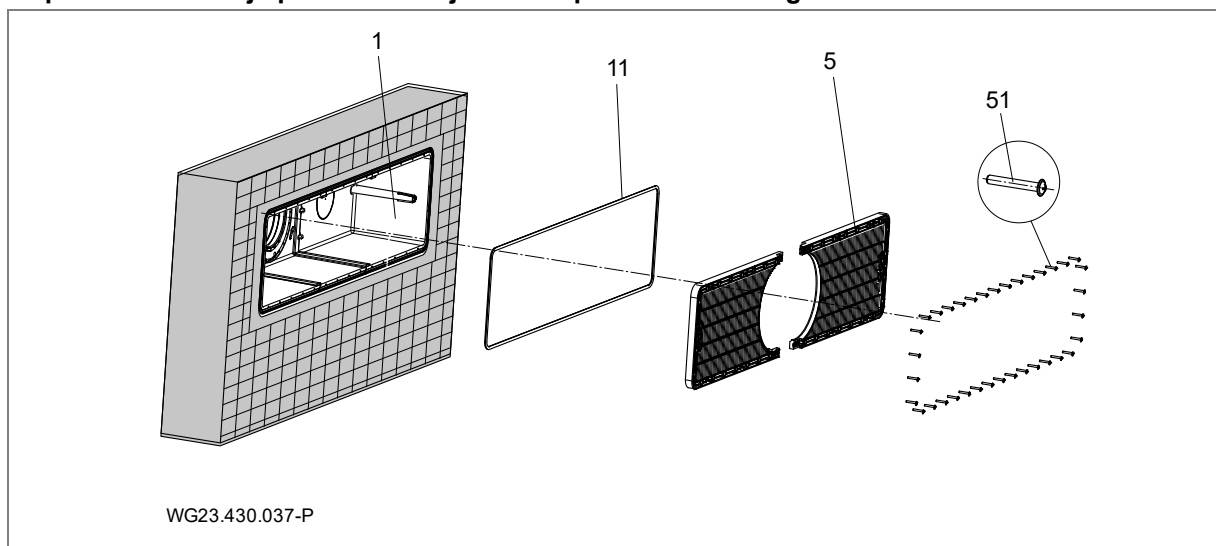

Fig. 8
Para la estanqueidad con la pared de hormigón recomendamos crear un anillo perimetral de resina epoxi/arena de cuarzo en la pared exterior del lado de la piscina de la carcasa (1). Ver "Fig. 8", página 17.
1. Profundidad de montaje: el centro de la carcasa empotrada (1) debe colocarse 35 cm debajo del nivel del agua.
3. Emborne los listones de apoyo (17) entre los dos solapamientos del lado interior de la carcasa.
4. Presione manualmente la junta de caucho celular (11) sin tracción a lo largo de la ranura en la carcasa (1). Fíjela en el lado del suelo con una gota de adhesivo instantáneo.
5. Coloque el cordón redondo obturador (16) en la ranura de la carcasa.
6. Alinee la carcasa empotrada (1) con la identificación «OBEN/ UP/ HAUT» (ARRIBA) y fíjela con los tornillos cortantes (51) en el encofrado.